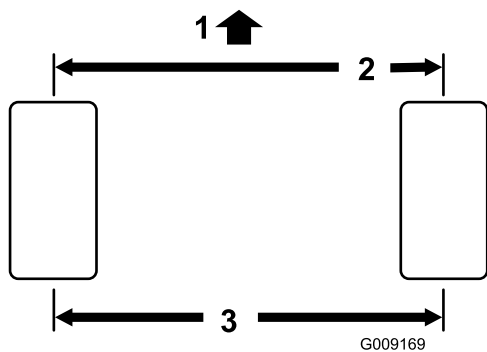

Figura 63
2. Misurate l'interasse (all'altezza dell'assale) sulla parte anteriore e posteriore degli pneumatici di sterzo (Figura 63).